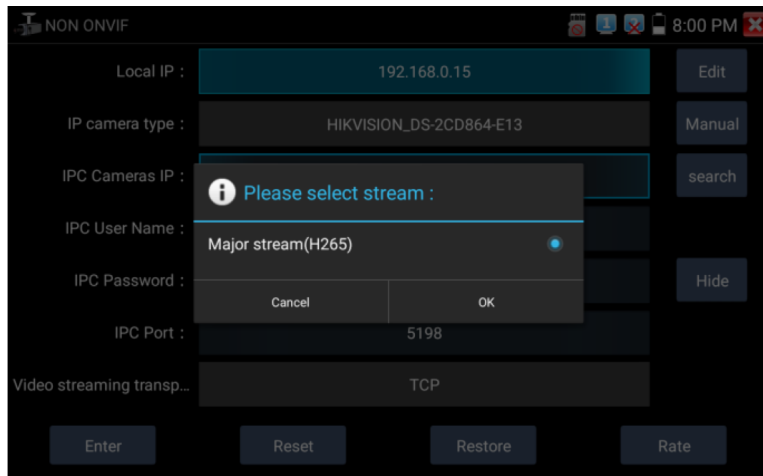

Рис. 72 Выбор потока для IP видекамеры
- Stream code (Выбор потока). Позволяет выбрать основной или субвидеопоток (minor stream) для подключенной с использованием RTSP протокола IP видекамеры (рис. 72)